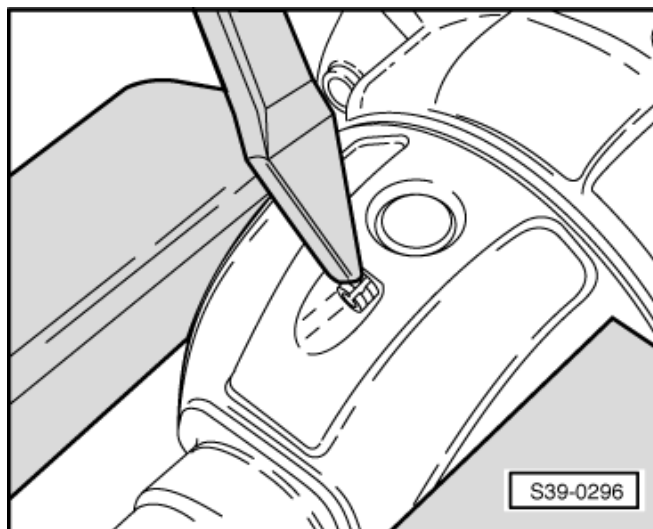

Abb. 12: Allradantrieb: Ausgleichkegelradachse und Spannhülse für Ausgleichkegelradachse ausbauen ►
- ☐ ausbauen ⇒ Abb. 12 in **39-3** Seite 9